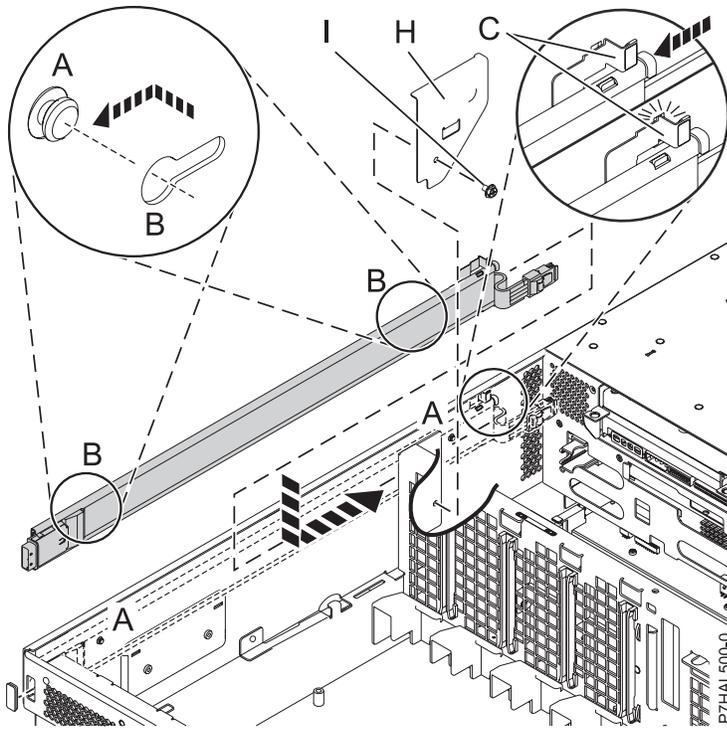

Figure 37. Fixation du câble SAS
**Conseil :** Pour effectuer les étapes suivantes, voir figure 37, à la page 49.
8. Insérez les broches (A) situées sur le côté du système dans les emplacements (B) de l'ensemble de câble SAS.
9. Faites glisser l'ensemble de câble vers l'arrière jusqu'à ce que les broches (A) soient insérées et le loquet (C) en place.
10. Fixez le support de câble (H) en plaçant l'encoche du support au-dessus de la colonne située sur le côté du système, alignez le trou de la vis (I) avec celui qui se trouve sur le côté du système, puis fixez le support à l'aide de la vis.